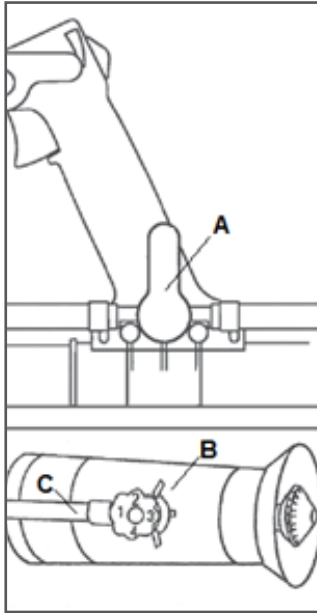

Рис. 11 Настройка дозатора
Запорный кран А (Рис. 11) на рукоятке управления открывает и перекрывает подачу раствора.
- Количество выделяемого раствора может изменяться поворачиванием регулятора В дозатора (Рис. 11) на сопле.
Позиция «1» на регуляторе дозатора это минимальный поток распыляемой жидкости, а «4» - максимальный. Необходимый номер позиции регулятора должен быть установлен напротив шланга сопла C (Рис. 11).